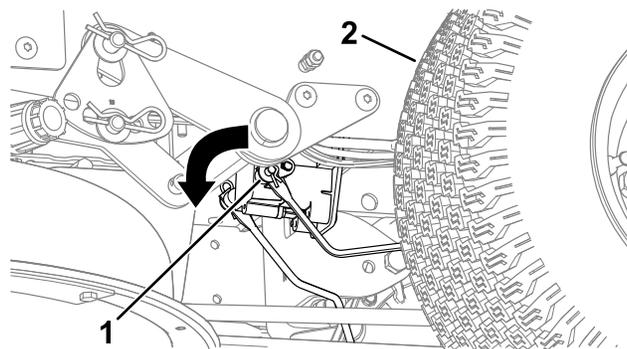

Рисунок 53
4. Найдите вал на электрическом тормозе, к которому подсоединены рычаги тяги тормоза (Рисунок 53).
5. Поверните вал вперед, чтобы отпустить тормоз, как показано на Рисунок 53.